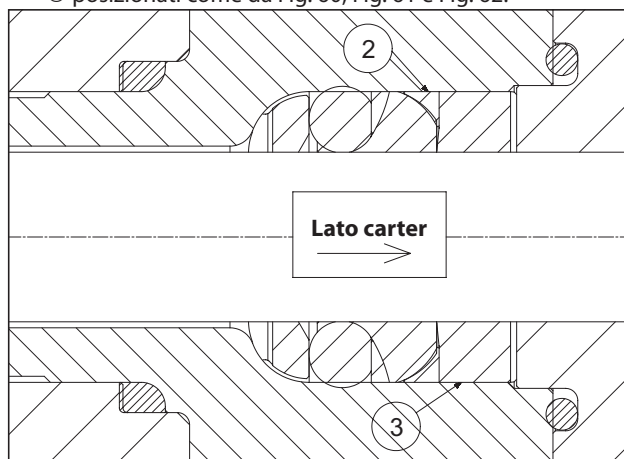

Fig. 62
- Introdurre l'anello antiestrusore ② e la bussola guarnizioni ③ posizionati come da Fig. 60, Fig. 61 e Fig. 62.
La bussola guarnizioni ③ deve essere introdotta nella camicia con gli scarichi rivolti verso l'esterno (lato carter) come indicato in Fig. 61 e in Fig. 62.